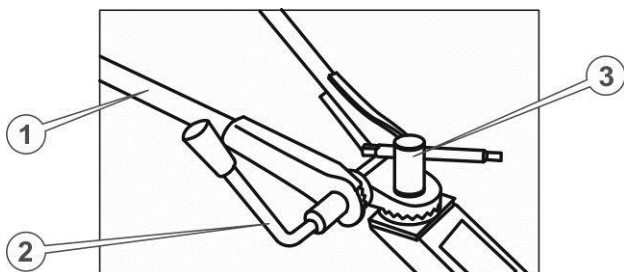

Рис. 4.1. Елементи регулювання керма
3. Звільнити кермо від пакувальної плівки. Відкрутити затискну гайку з важелем і витягнути стяжний болт. Встановити кермо на рульову стійку центрального вузла, потрапляючи зубцями в зубці (див. рис. 4.1.), вставити стяжний болт таким чином, щоб його головка зайшла в шестигранне поглиблення у вушку керма (ліворуч у напрямку руху мотоблока), опустити рукоятки керма в нижнє положення і затягнути затискну гайку з важелем.
22. У разі необхідності – відрегулювати положення притискного ролика таким чином, щоб за умови відпущеного зчеплення ремені вільно провисали, але не спадали зі шківів. Якщо зчеплення затиснуте, повинен забезпечуватися щільний, без прослизання, контакт ременів зі шківками, при цьому відстань між нижньою та верхньою гілками ременів повинна становити 60-65 мм (див. розмір «А» на рис. 4.1.).